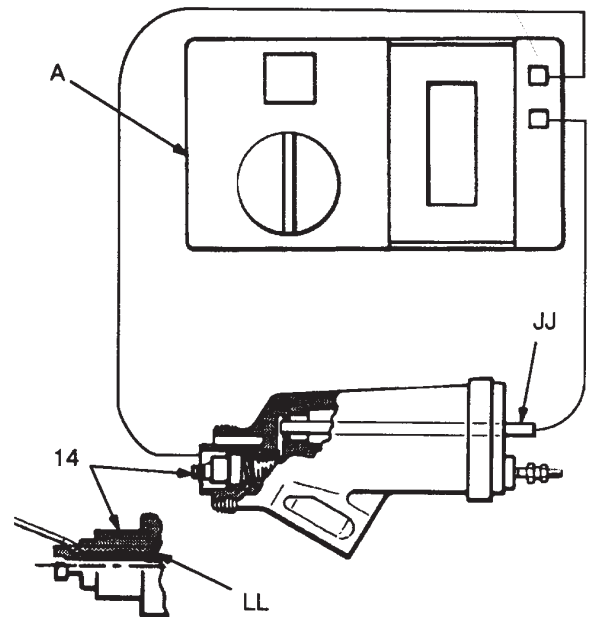

Fig. 10
Si la resistencia estuviere fuera del intervalo especificado, retirar el cable del electrodo (GG). Ver **Cambio del cable del electrodo**. Medir la resistencia entre la varilla conductora (JJ) y la resistencia (LL) en el diámetro exterior del alojamiento de asiento de bola (14). Ver Fig. 10.